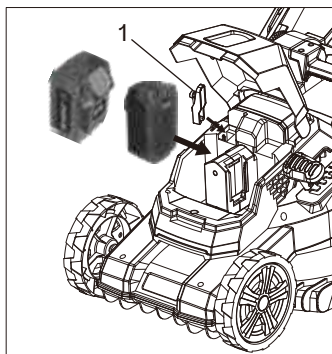

FIG. 9
2. Débrancher la clé de sécurité (1) (Fig. 9).
3. Retirer le bloc-batterie déchargé en enfonçant le bouton de dégagement de la batterie vers le bas et en faisant glisser le bloc-batterie vers l'arrière jusqu'à ce qu'il soit dégagé du boîtier de la batterie (Fig. 9).